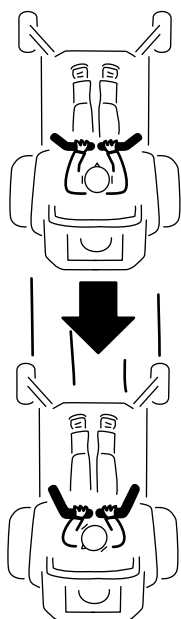

Figura 22
2. Para andar para trás, puxe as alavancas de controlo do movimento para trás (Figura 22).